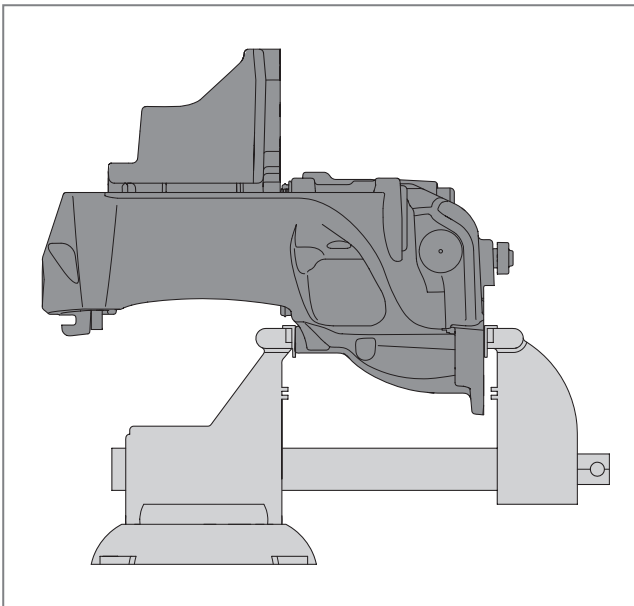

Abb. 55 - Spannvorrichtung zum Einsetzen der Gleitfunktionseinheit
1. Spannen Sie den Bremssattel sicher in einem Schraubstock mit weichen Backen ein, *siehe* ► *Abb. 55*. Stellen Sie sicher, dass die Schraubstockbacken den Bremssattel nicht beschädigen.
8. Um die beiden Lager (F) und das Abstandsstück (G) auf der vorderen Seite zu entfernen, montieren Sie nacheinander die SAF-Spezialwerkzeuge Art-Nr. 4 434 3884 00, Art-Nr. 4 434 3837, Art-Nr. 4 434 3848 00, Art-Nr. 4 434 3841 00; Art-Nr. 4 434 3890 00 und Art-Nr. 4 434 3889 wie in □Abb. 55 angegeben.
9. Drehen Sie das Gewindewerkzeug nach korrekter Montage im Uhrzeigersinn und entfernen Sie auf diese Weise die beiden Lager (F) und das Abstandsstück (G). Falls erforderlich, drehen Sie den Ausziehdom Art-Nr. 4 434 3889 00 im Prozess durch herausziehen um 180°, sodass die Mutter Art-Nr. 4 434 3841 00 gehalten werden kann.